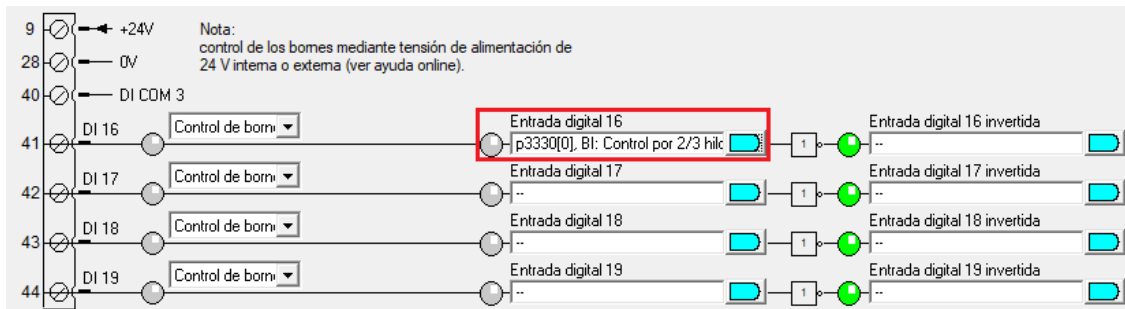

Figura 39: Ventana de Entrada/Salida DI 16.
- Luego se debe confirmar todos los avisos y presionamos el botón aceptar, y se puede ver que se ha configurado la entrada digital DI 16 (ver Figura 39).